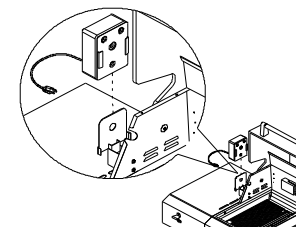

Fig. 2
2. Slide rotisserie Motor over Bracket (See Fig. 2).